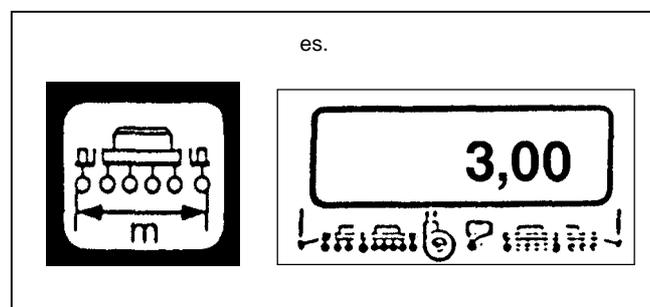

Fig. 2
4.2.2 Tasto "Ampiezza di lavoro" (Fig. 2)